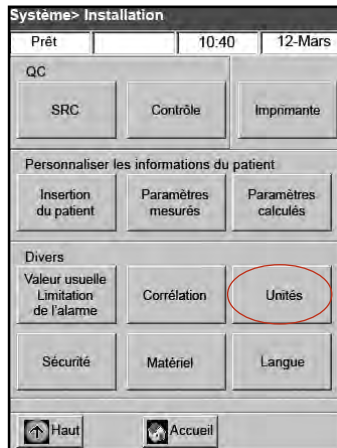

Figure H-17 : Écran "Système > Configuration"
3. Sur l'écran "Configuration", sélectionnez "**Unités**" (Figure H-17).